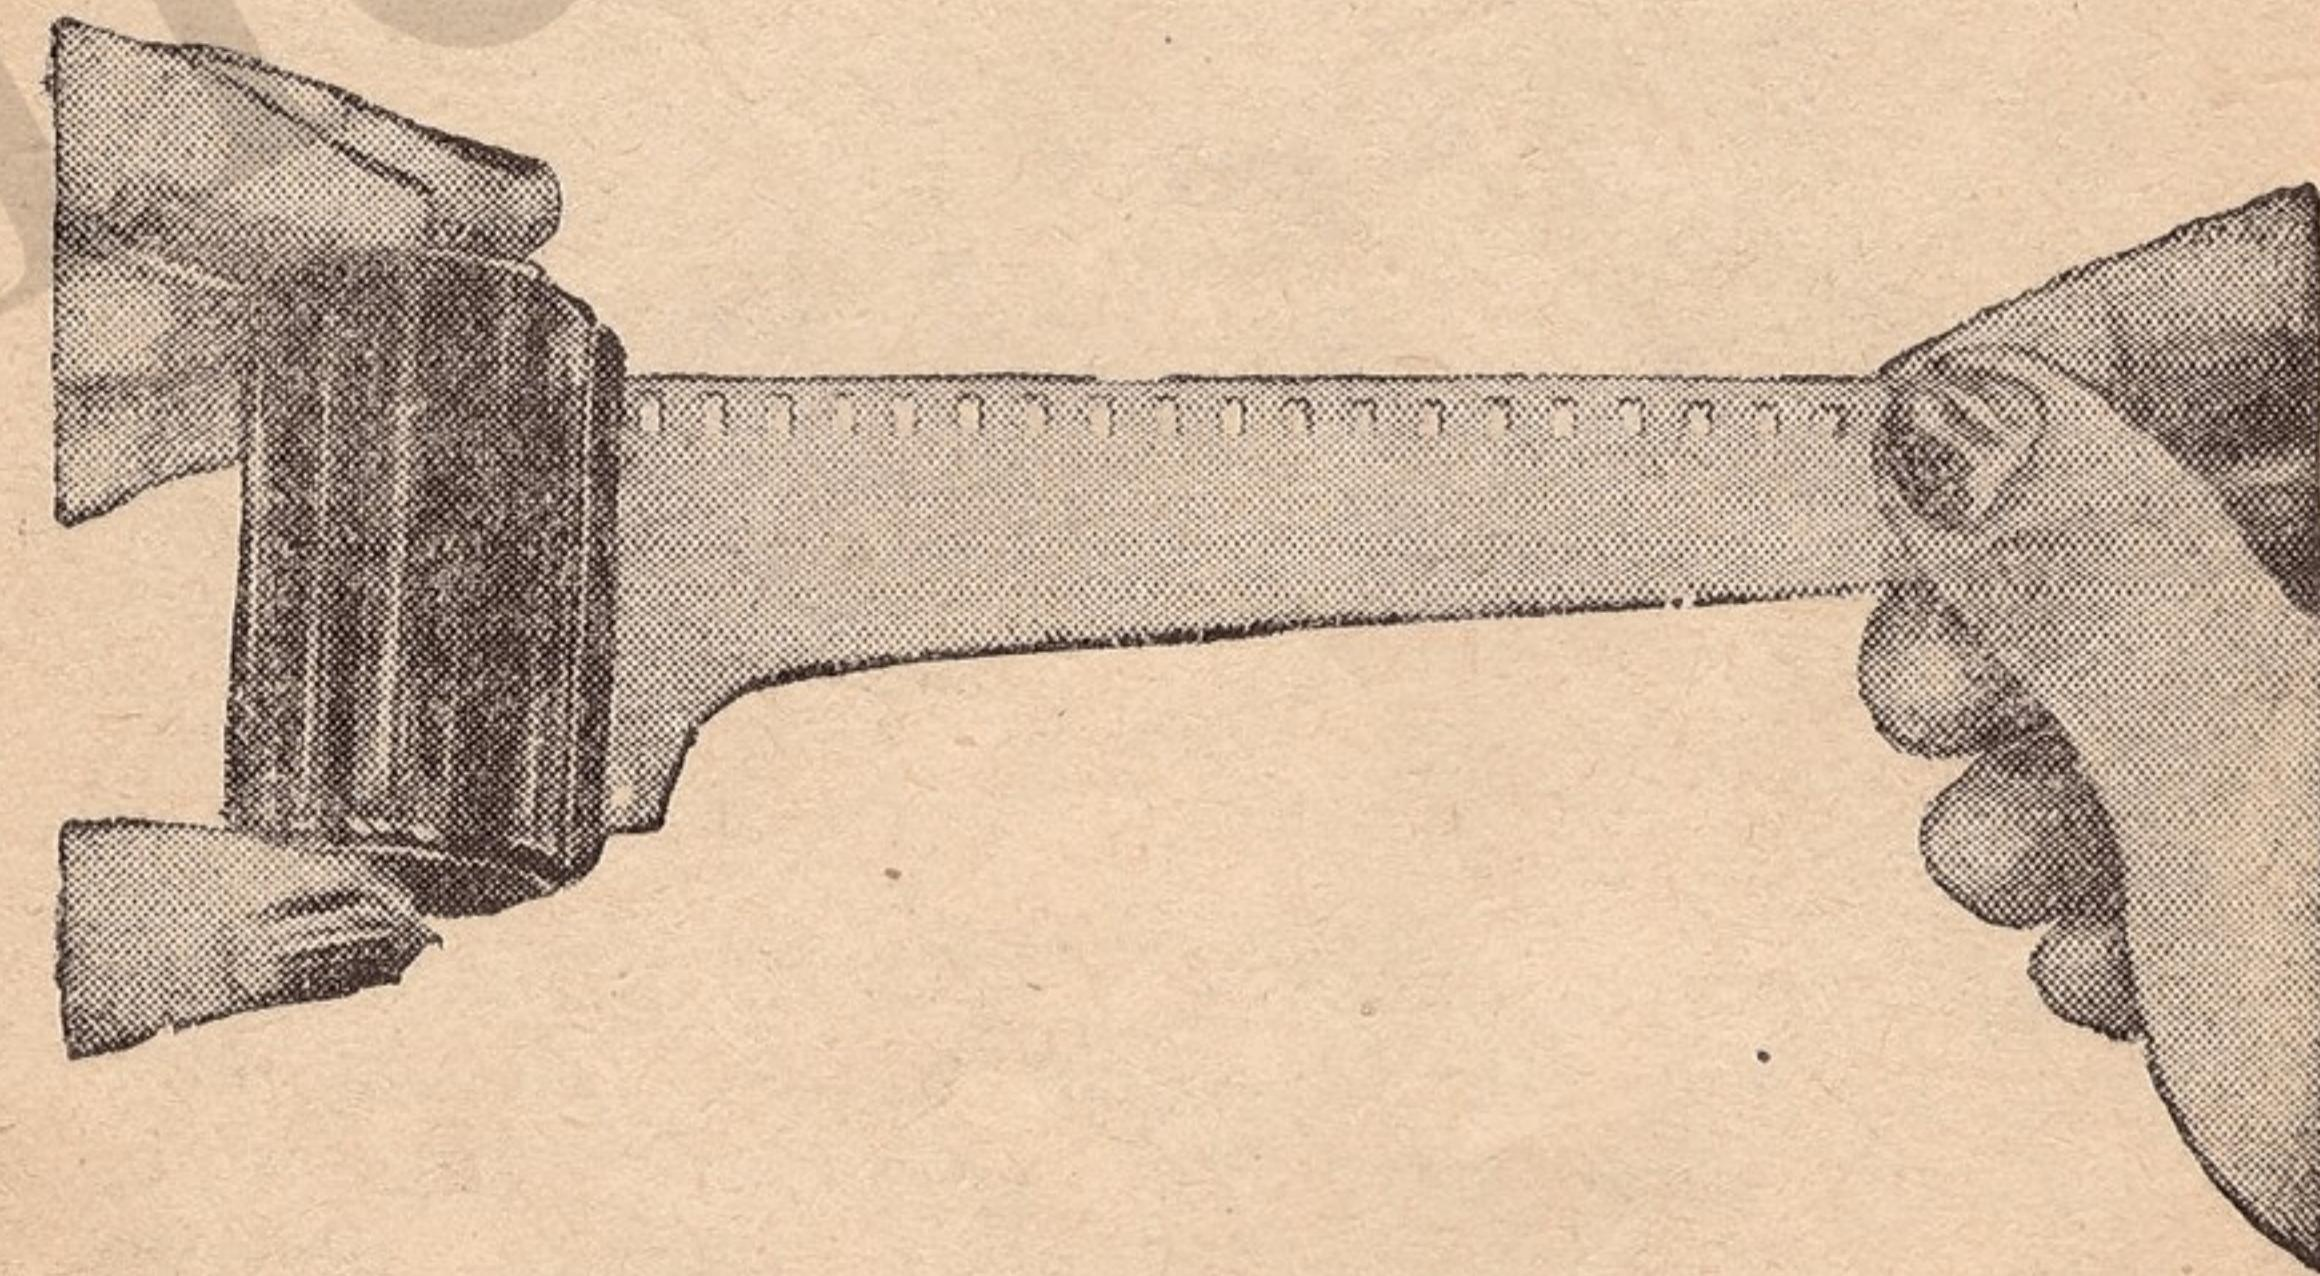

Рис. 9
2. Вытяните из кассеты конец пленки длиною не более 10 см, обрежьте его аккуратно по форме (рис. 9) или с помощью специального шаблона.